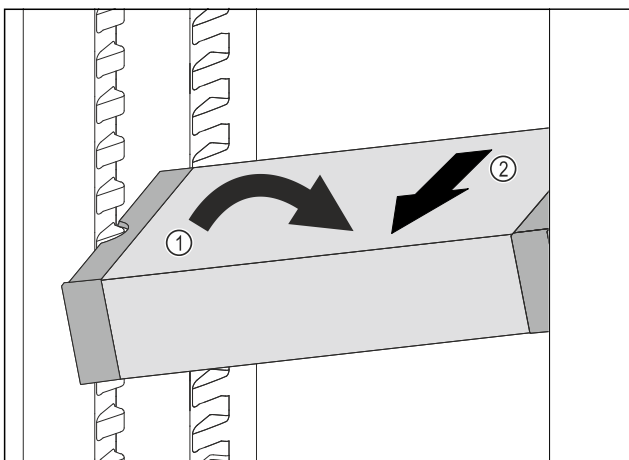

Fig. 115
- ▶ Наклонете VarioSafe в хладилната част. Fig. 115 (1)
- ▶ Извадете VarioSafe напред. Fig. 115 (2)